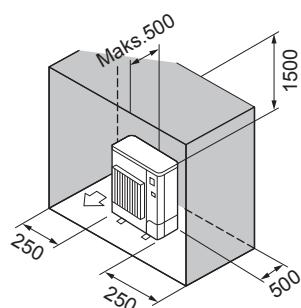

Fig. 2-12
⑥ Yalnızca arkadaki, yanındaki ve üstteki engeller (Fig. 2-12)